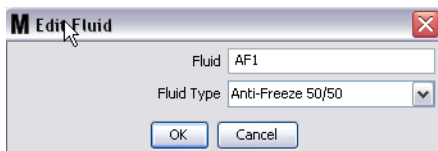

FIG. 70
7. Fare clic sul pulsante Modify (Modifica) per visualizzare la schermata Edit Fluid (Modifica fluido) illustrata nella FIG. 70. Una volta terminate le modifiche, fare clic su OK per chiudere la schermata e salvare le modifiche.